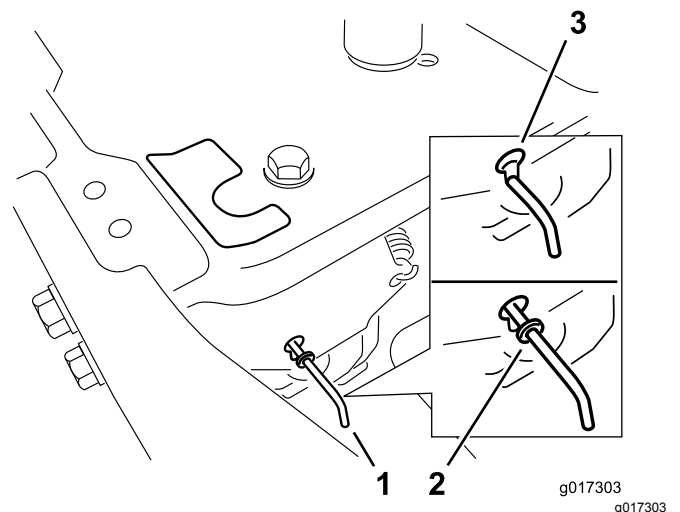

図 36
- バイパスレバーをキー穴に沿って前に動かし、更に下に動かしてロックする 図 36。
バイパスレバーをキー穴に沿って後方に動かし、更に下に動かしてロックする 図 36。